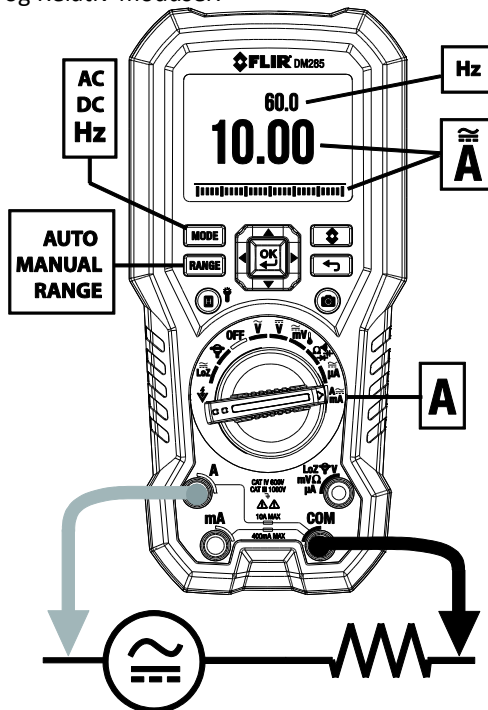

Fig. 9-9 Høy-strømmålinger 'A'
4. Koble til sondeledningene i serier med delen i henhold til **Fig. 9-8** og **Fig. 9-9** for 'A'-målinger, **Fig. 9-10** for mA-målinger, ellr **Fig. 9-11** for μ A-målinger.